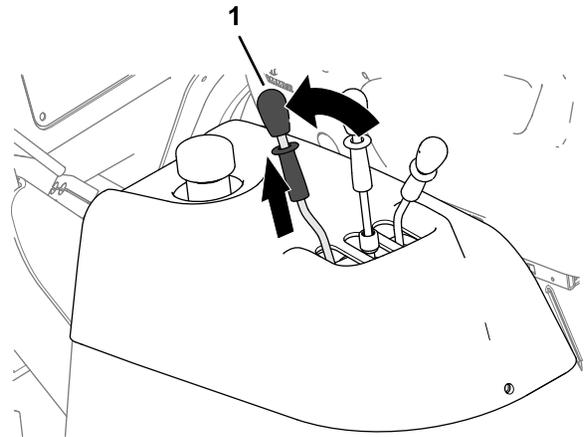

図 55
1. 一人がホッパーのダンプレバーを引いてそのまま保持する 図 55。